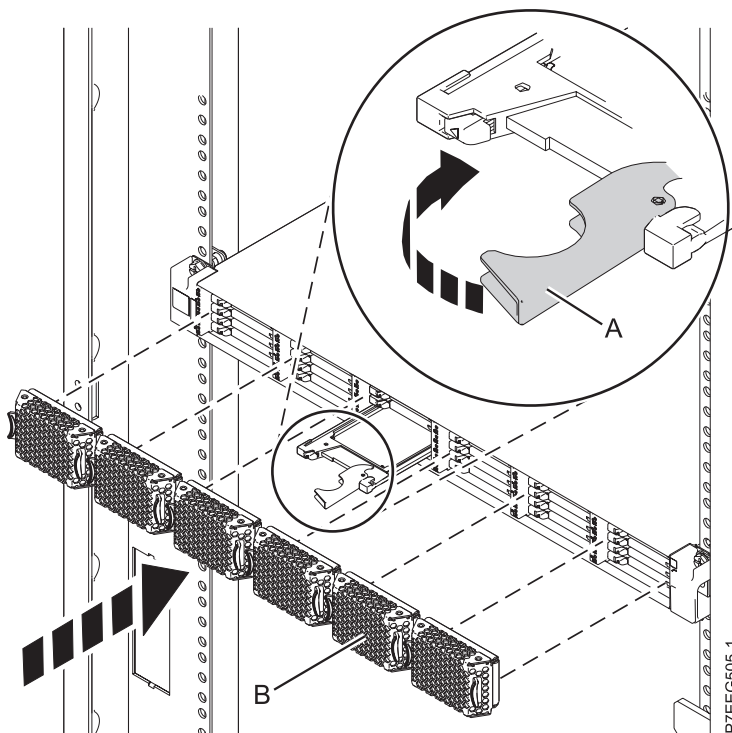

Figure 25. Remplacement d'une unité SSD dans le boîtier de stockage PCIe 58/88.
4. Lorsque le voyant d'identification de l'unité SSD clignote, faites glisser complètement l'unité SSD dans le boîtier de stockage PCIe 58/88 jusqu'à ce qu'il soit complètement encastré. Puis tournez la poignée (A) pour la mettre en position verrouillée. Pour plus d'informations, voir figure 25.
5. Installez le panneau (B).